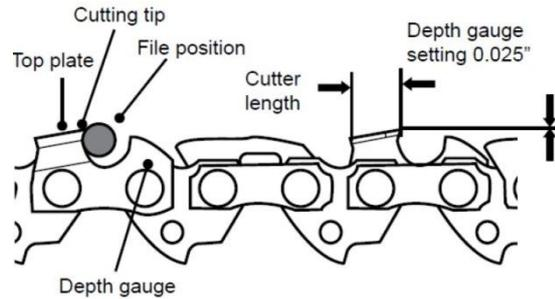

Figura 19
3. Lixe em um ângulo perpendicular à barra e em um ângulo de 25 graus na direção seguida pela corrente. Ver Figura 19, à direita.